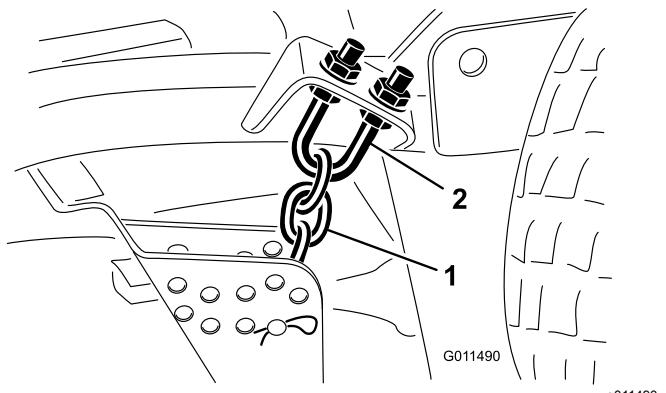

Рисунок 82
- Ослабьте верхние или нижние контргайки на U-образном болте цепи регулировки высоты скашивания (Рисунок 82).